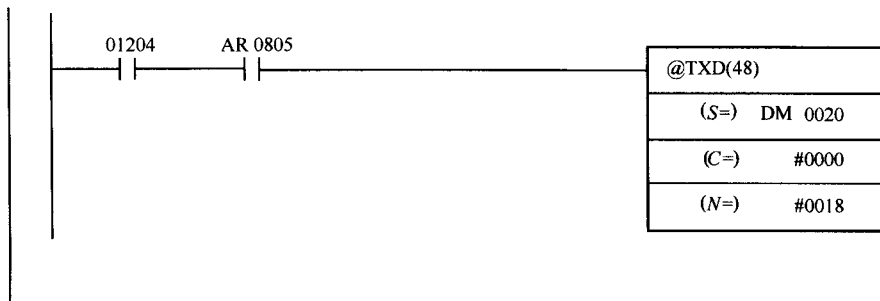

图 13-10 OMRON 的传输一个 18 字节的消息到主机计算机的 CQM1 指令
为了在主机被编程为接受由任意 CQM1 发来的数据包并将它们按通信服务的要求解释的系统中使用主机链接通信时, 也必须对每个 CQM1 编程, 让 CQM1 执行 TRANSMIT 指令, TXD(48) 来发送含有请求的数据包给主机计算机。数据包不能超过 122 字节的数据。图 13-10 显示了用来发送数据包给主机计算机的 CQM1 指令。如果为主机链接通信配置好一个端口, CQM1 会自动地把数据包转换成 C-mode 帧格式并带有一个指令代码, 指出是从站主动发送的消息, 同时也要对主机编程, 让它解释消息数据并判断消息是哪个从站发送过来的。无论何时 CQM1 执行 TXD(48) 指令通过 RS-232C 端口发送数据, 它都会自动地把
在图 13-10 的程序里：